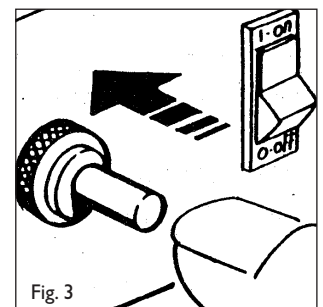

Fig. 3
- Premere il pulsante della valvola gas e contemporaneamente premere più volte il pulsante del piezoelettrico finché il bruciatore si accende. (Fig. 3 - 4)